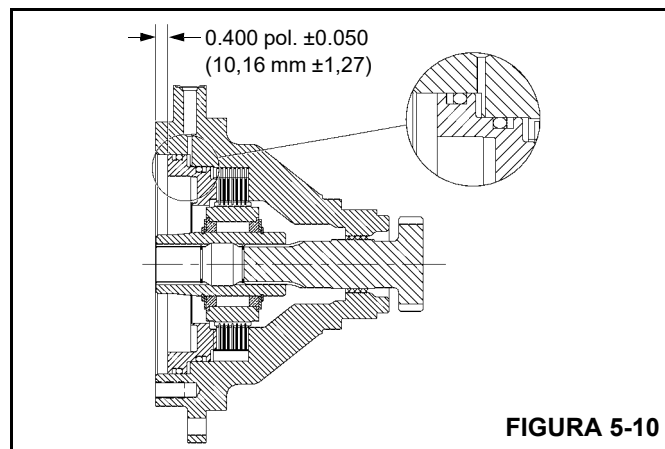

FIGURA 5-10
12. Instale uma nova vedação (item 7-7) no alojamento do freio. Se o alojamento do freio for removido do guincho, instale temporariamente a engrenagem solar de entrada (item 38) no alojamento do freio e deslize o conjunto do acionador/embreagem sobre a estria da engrenagem solar.
13. Instale as placas dos estatores (item 19) e os discos de fricção (item 18) no alojamento do freio, começando com uma placa de estator e alternando discos de fricção e placas de estator. Há uma placa de estator a mais do que discos de fricção, portanto, você concluirá com uma placa de estator.
14. Após a instalação, verifique a espessura do freio para determinar se as dimensões estão dentro da tolerância mostrada na Figura 5-10. Se a medição for superior à mostrada, alguns discos de atrito e placas de estator não foram instalados ou os discos de atrito estão desgastados além das tolerâncias aceitáveis. Se a medição for inferior à mostrada, muitas placas ou muitos discos foram inseridos ou eles não estão assentados adequadamente.
15. Revista os novos anéis de vedação e anéis de encosto (itens 7-3, 7-7, 7-8 e 7-9) com óleo leve e instale no pistão (item 10). Consulte a Figura 5-10 para a instalação adequada dos anéis de vedação/encosto.